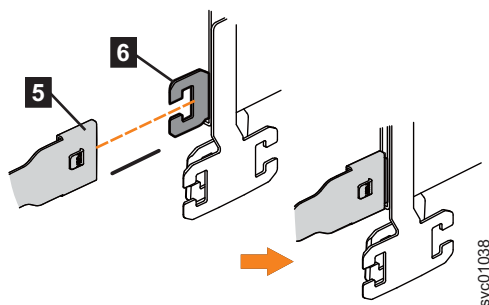

Abbildung 76. Halteschienenanschluss der oberen Kabelträgerbaugruppe an rechter Halteschiene anbringen
4. Bringen Sie den Halteschienenanschluss der oberen Kabelträgerbaugruppe (**5**) an der Anschlussbasis der rechten Halteschiene (**6**) an (siehe Abb. 76).